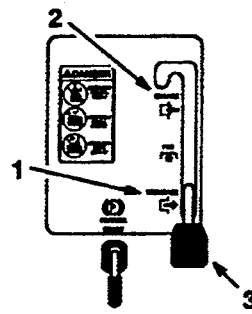

Figure 3
3. Mettre la commande de hauteur de coupe (relevage de l'unité de coupe) sur DISENGAGED (DEBRAYEE) (Fig. 3).